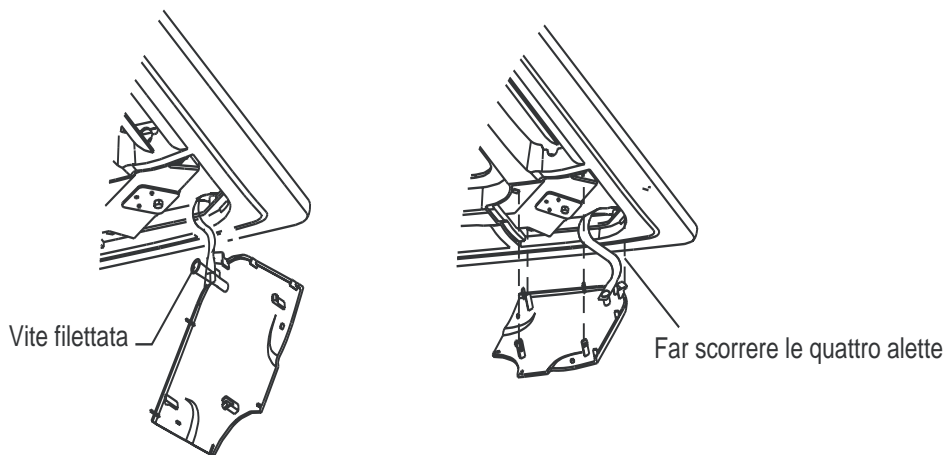

Fig.28
1. Fissare la corda del coperchio dell'angolo sulla vite del coperchio stesso. (Fig. 28)
2. Premere leggermente il coperchio sul pannello. (Fig. 28)